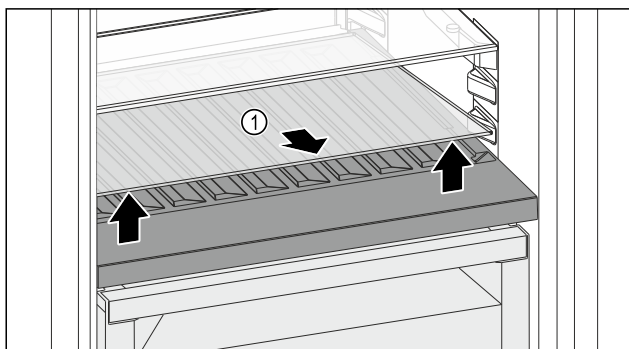

Fig. 205
- ▶ Skleněnou desku Fig. 205 (1) zvedněte za vybraní vpředu a vyjměte ji.
- ▶ Skleněnou desku Fig. 205 (1) uložte bezpečně mimo spotřebič.
- ▶ Skleněnou desku (2) vložte pod variabilní přihrádku na láhve.